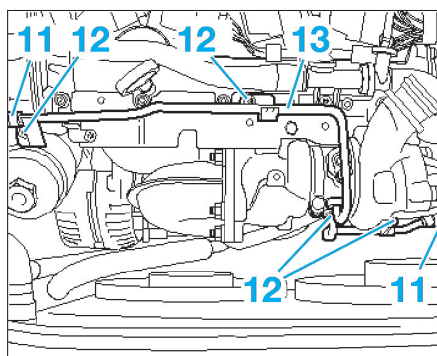

Fig. 52
- Débrancher les durits (11) du tuyau (13) de liquide de refroidissement (Fig.52).
- Déposer les vis de fixation (12) et retirer le tuyau (13) de liquide de refroidissement.